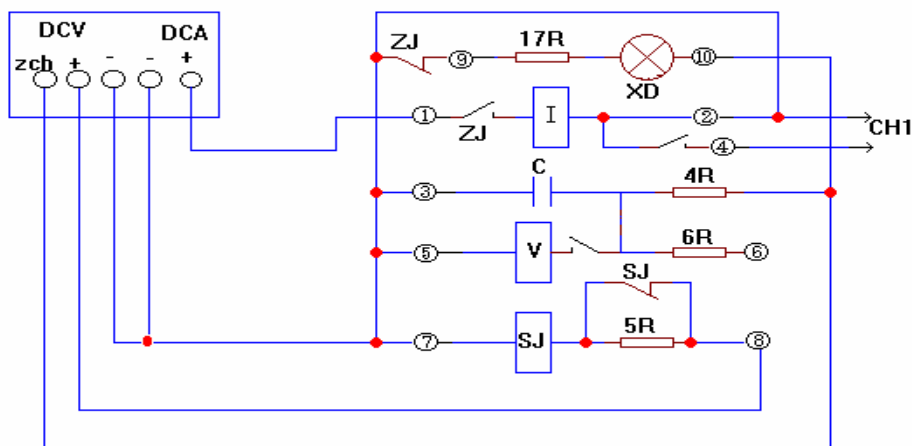

图 2 重合闸继电器接线图
(1) 按图 2 接好线
(2) 输出选择到 D C A，并根据输出大小选择量程。